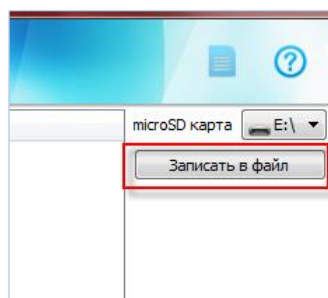

Рисунок 12. Кнопка «Записать в файл»
5. нажмите кнопку «Записать в файл» для записи изменений на microSD-карту (Рис. 12).